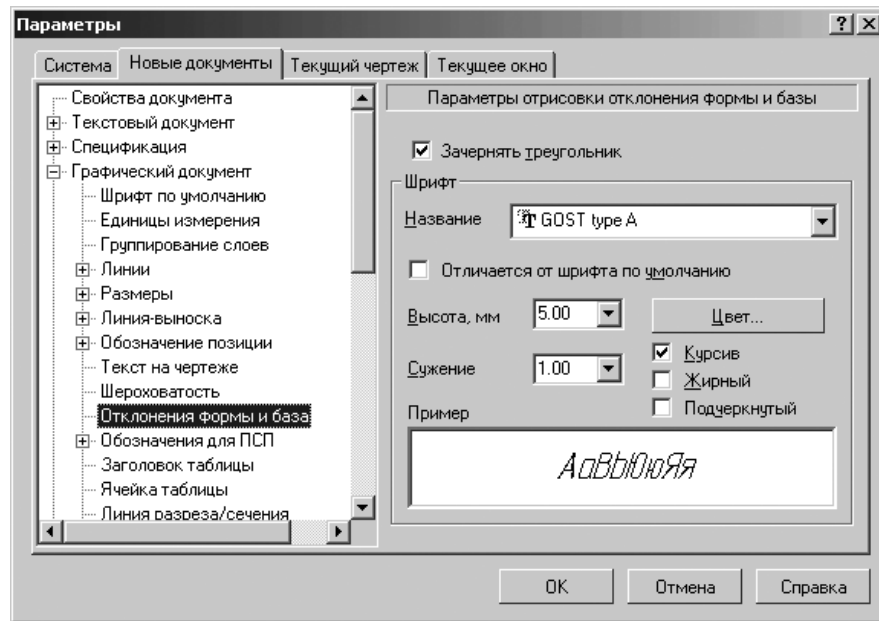

Рис. 10.47. Диалоговое окно **Параметры** с открытой вкладкой **Новые документы** и панелью **Параметры отрисовки отклонения формы и базы**
- щелкните в списке настраиваемых элементов **Графический документ** по пункту **Отклонения формы и база**. В правой части появится панель **Параметры отрисовки отклонения формы и базы**, показанная на рис. 10.47.